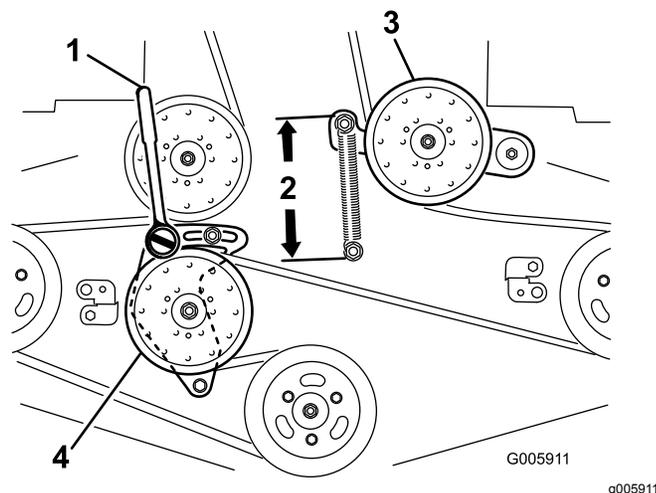

Figure 69
6. Desserrez le bras de la poulie de renvoi fixe pour détendre la courroie (Figure 69).
9. Insérez une douille courte avec manche à rochet ou une barre de levier dans le trou carré du bras de la poulie de renvoi fixe (Figure 69).
11. Pour augmenter la tension de la courroie, tournez le manche à rochet ou la barre de levier dans le sens antihoraire pour déplacer le bras de poulie fixe jusqu'à ce que les crochets du ressort soient espacés de 16,5 cm (Figure 69).